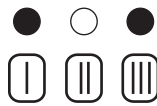

Figura 5.3
• Premere il pulsante di ripristino 4 in Figura 3.1 tante volte (4 volte) fino alla visualizzazione delle spie di segnalazione 1 in Figura 3.1 come in Figura 5.3 (legenda spie a pag. 1).